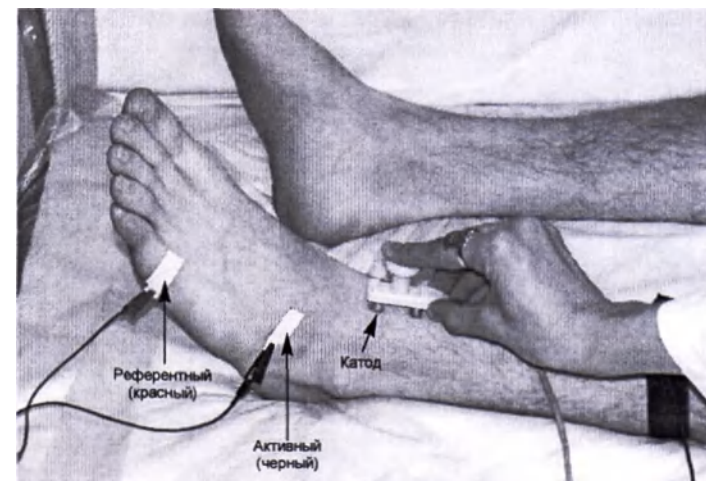

Рис. 78. Проведение стимуляции в дистальной точке
5. Первая точка стимуляции находится на один поперечный палец выше середины линии, соединяющей вершины лодыжек. Стимулирующий электрод накладывают катодом более дистально (рис. 78).